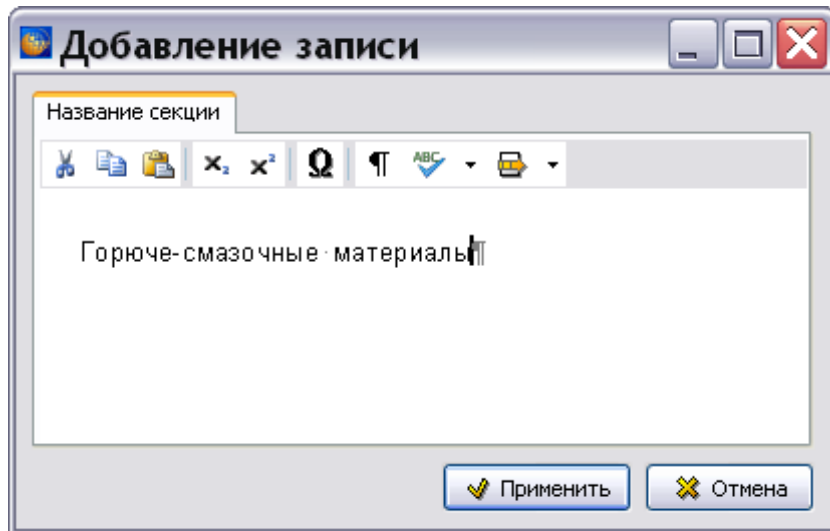

Рисунок 656
2) В окне **Добавление записи** введите название раздела (рисунок 656). Возможно автоформатирование текста, вставка символов, копирование в буфер обмена и вставка из него.